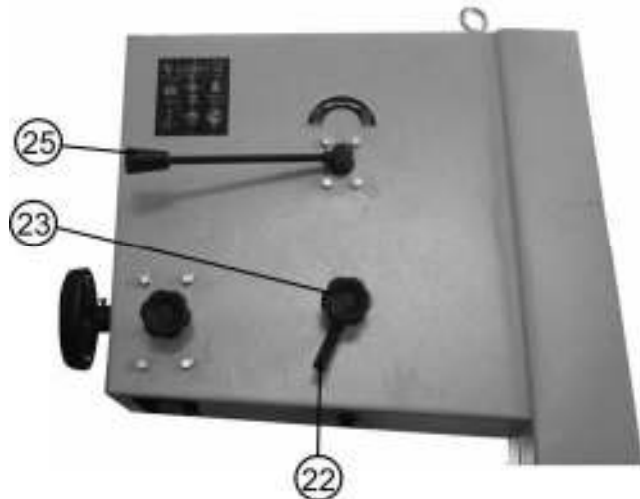

Рис.9
11.3. Регулировка смещения пильной ленты (Рис.9, 10, 11)
11.4.2. Для регулировки пильной ленты необходимо, чтобы рычаг натяжения (25) находился в крайнем переднем положении (натягивал пильную ленту), Рис.9.